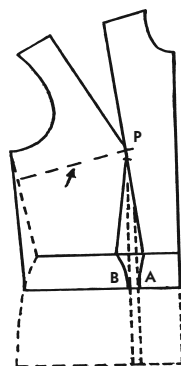

Рис. 154
1. Скопируйте перед лифа базового лекала (используйте лекало, на котором вытачка от талии уменьшена как минимум на 2 см). Отложите баску на 7 см. Проведите прямую линию бокового среза (см. пояснение к рис. 96) и обозначьте перевод вытачки от бокового среза под рукой (рис. 154).
2. Ограничьте поверхность, которую вы сможете вычесть из вытачки по линии талии, проведя 2 прямые линии, отходящие от ее вершины к низу баски (на рис. 154 они отмечены пунктиром до точек В и А).